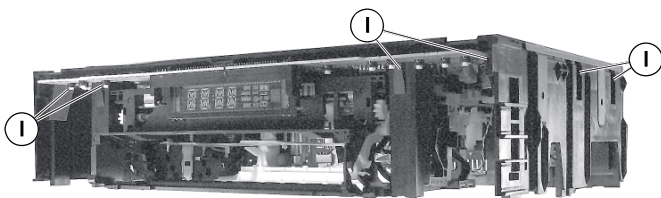

Fig. 7
- Gerät auf die Oberseite legen (Fig. 7/8) und 10 Rasthaken (I) / (J) lösen (jede Seite von hinten nach vorne).
- Put the VCR upside down (Fig. 7/8) and release the 10 catches (I) / (J) (from the back to the front on each side).